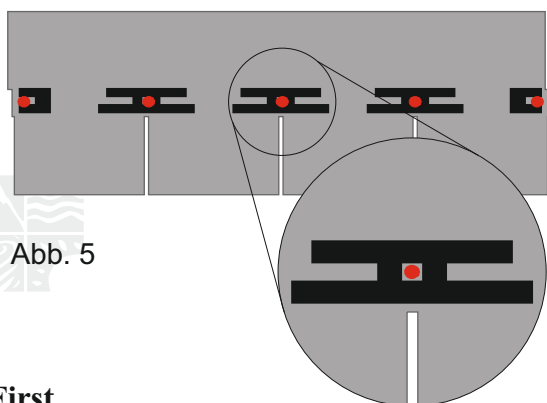

Abb. 5
**Mindestens 5 Nägel pro Schindel (siehe Abb.5).**